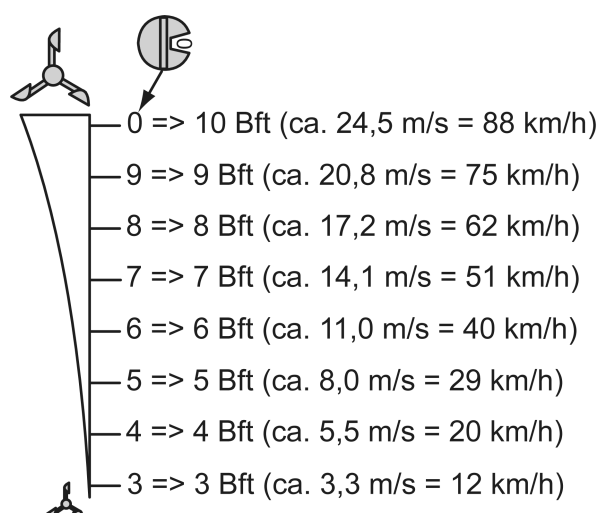

Figure 5: Réglage de la puissance du vent
- À l'aide de l'interrupteur rotatif (9), régler la puissance du vent à laquelle la suspension doit être amenée en position de fin de course sûre (voir figure 5).